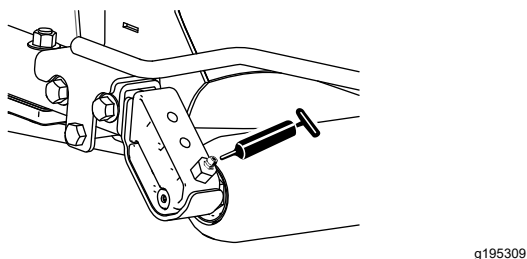

Figura 44
- 2 (por unidade de corte) rolamentos do rolo traseiro (Figura 44)